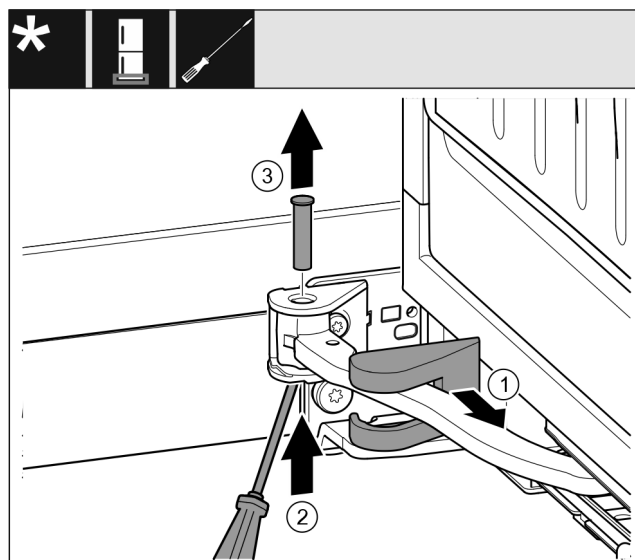

Fig. 18
- Rimuovere la copertura del blocco di supporto Fig. 18 (1) e spingerla lungo il giunto.
- Sollevare dal basso i perni Fig. 18 (2) con un cacciavite.
- Estrarre il perno Fig. 18 (3) dall'alto.